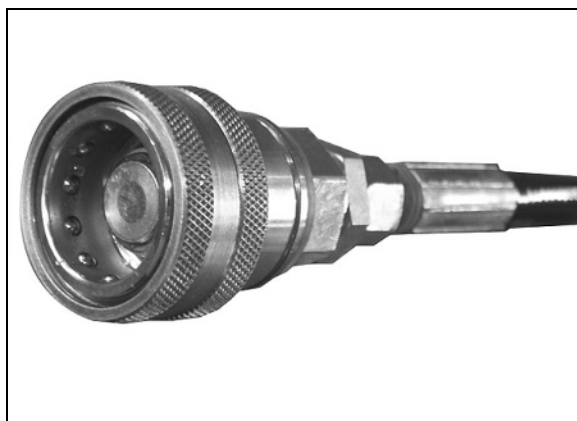

Fig. 17
- en stiv hovedramme (Fig. 17/1) til optagelse af såsædsbeholderen og transportrammen,
- en sammenklappelig hækramme (Fig. 17/2) til løft af skærene på forager og til lodret indstilling ved indklapning til transportposition,
- to sammenklappelige udliggere (Fig. 17/3) til indklapning til transportposition.